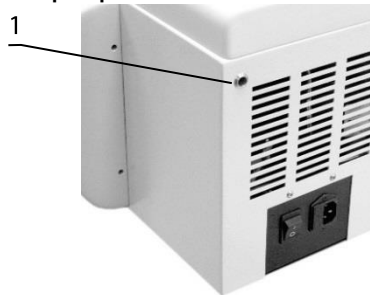

Рисунок 4. LMC4200R, правая сторона
- 5.13.3 **LMC-4200R.** Вставьте ключ для экстренного открытия в отверстие на правой стороне прибора, над выключателем питания (рис. 4/1). Надавите до щелчка и поднимите крышку рукой.